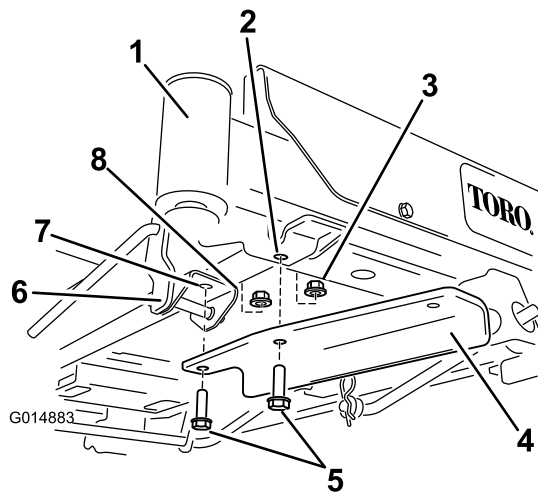

Bild 7
- Maschinen mit Hubfußpedal: Die Scheiben werden nicht benötigt. Entfernen Sie die vorderen Befestigungen in der Halterung des Hubfußpedals. Befestigen Sie die Halterung mit zwei Schrauben und zwei Sicherungsmuttern (Bild 7). Eine Sicherungsmutter finden Sie in den losen Teilen und die andere haben Sie vorher entfernt.